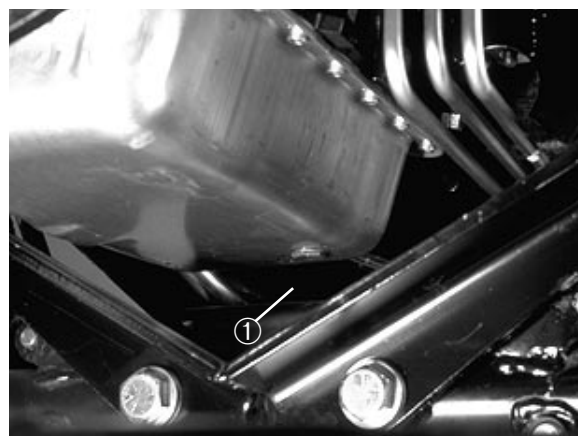

Fig. 40
MOTOROLIE OG FILTER (Fig. 40–41)
1. Fjern aftapningsproppen (Fig. 40) og lad olien løbe ned i aftapningsbeholderen. Når al olien er løbet ud, monteres aftapningsproppen og den nye proppakning, delnr. 74-7850, igen.